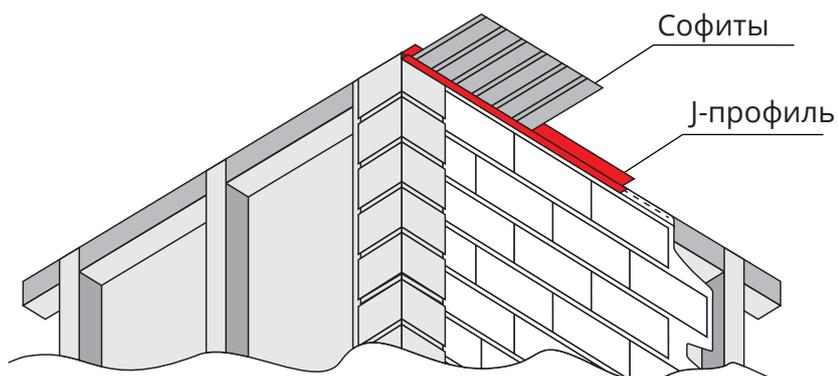

Рис. 14
- Закрепите панель саморезами по центру отверстий, оставляя зазор между шляпкой самореза и поверхностью панели 1 мм. Место крепления закроется J-профилем от софитов (рис. 14).